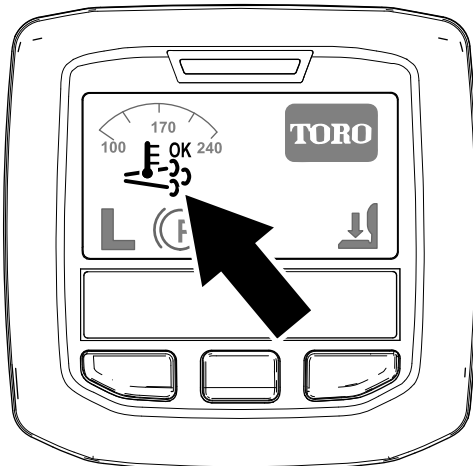

Figura 27
- El icono de regeneración asistida/de reinicio se muestra en el InfoCenter (Figura 27).